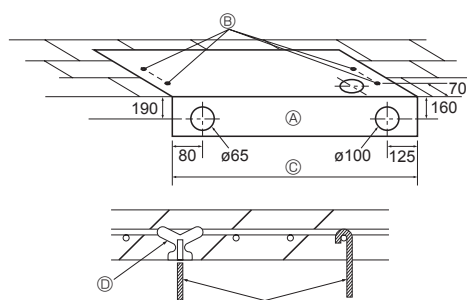

Fig. 3-3
- (A) Uscita lato anteriore
- (B) Uscita lato sinistro
- (C) Uscita lato destro
- (D) Pezzo indipendente (Rimovibile)
- (E) Tubazione di drenaggio lato destro
- (F) Tubazione di drenaggio lato sinistro
- (G) Tubazione del gas
- (H) Tubazione del liquido
- (I) Tappo di gomma
- (J) con staffa di attacco
3.2.3. Selezione dei bulloni di sospensione e delle posizioni della tubazione (Fig. 3-3)